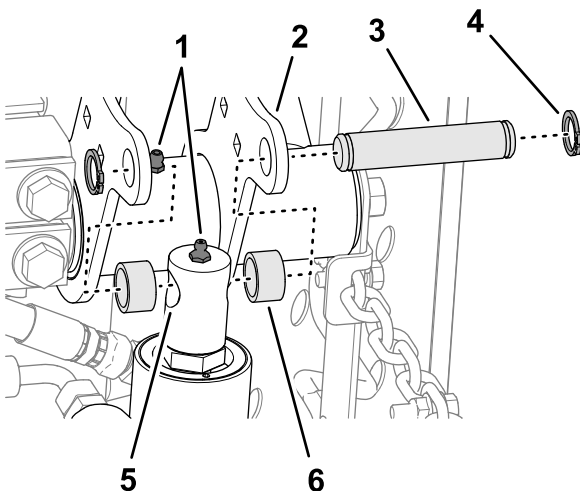

Figura 15
- Spostate lentamente l'asta del cilindro di sollevamento fino a quando non è allineata con i fori nelle flange del braccio di sollevamento destro (Figura 15).
- Assemblete l'asta alle flange con il perno di montaggio, 2 distanziali e 2 anelli elastici (Figura 15).
- Applicate grasso n. 2 a base di litio ai raccordi d'ingrassaggio del braccio di sollevamento e del cilindro idraulico (Figura 15).
1. Allineate i fori nelle piastre del telaio portante posteriore con i fori nelle piastre di montaggio dell'apparato di taglio (**Figura 15**).